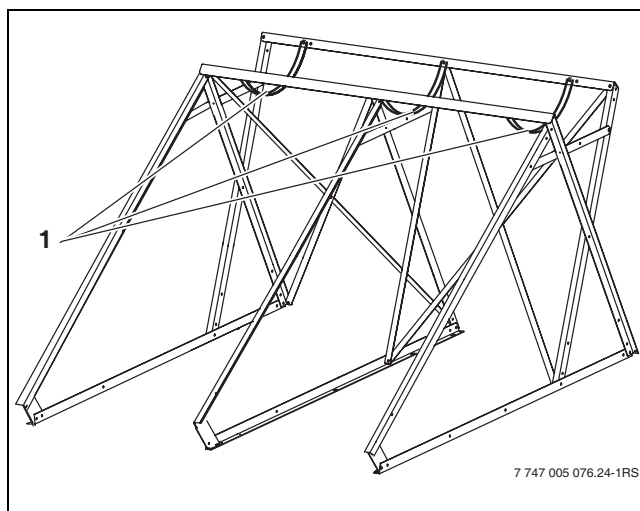

Fig. 23 Fixer les attaches du ballon
- ▶ Fixer les attaches du ballon (→ fig. 23, [1]) entre les deux équerres d'appui-ballon. Veiller à ce que la tête de vis plate soit orientée vers le ballon monté ultérieurement.